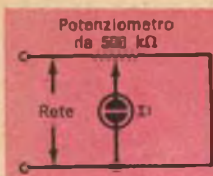

Fig. 3 - L'indicatore RF può essere reso così sensibile da essere sufficiente la radiazione del corpo umano per accendere la lampadina.
L'interessante circuito di amplificatore BF riportato nella *fig. 3* può fornire una potenza massima d'uscita di 5 W a seconda della tensione adottata, che può essere compresa tra 6 V e 22 V.
**Fig. 3 -** In questo circuito di amplificatore BF è stato eliminato il normale trasformatore pilota; gli inconvenienti derivanti dalla difficoltà di polarizzazione e la conseguente distorsione causata da transistori non bene appaiati vengono superati mediante l'uso di una tecnica di polarizzazione differenziale. La minima distorsione a varie tensioni di alimentazione, e fino a 5 W d'uscita, viene ottenuta regolando un solo controllo.
Nella fig. 3 è riportato il circuito di un indicatore RF che può essere usato per cercare oscillazioni RF sia desiderate sia indesiderate. Il potenziometro da 500 kΩ si regola finché la lampadina si accende e si